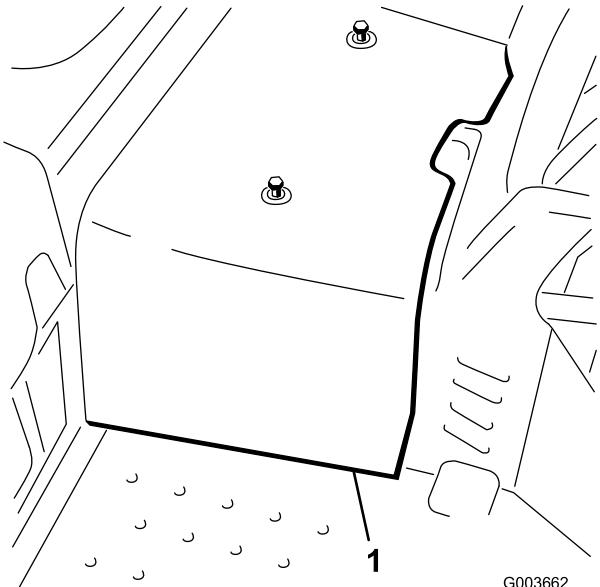

Figure 3
- 6. Dégagéz et enlevez le carénage central du châssis (Figure 3).